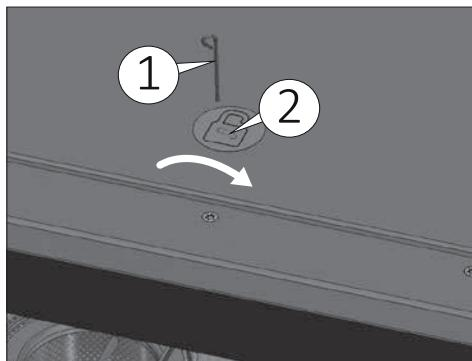

Fig. 13
- 1) Spingere la chiave in dotazione, verticalmente, nel foro sul cielo della macchina (1 Fig. 13). Per posizionare la chiave correttamente, fare riferimento al foro del lucchetto sull'adesivo (2 Fig. 13)